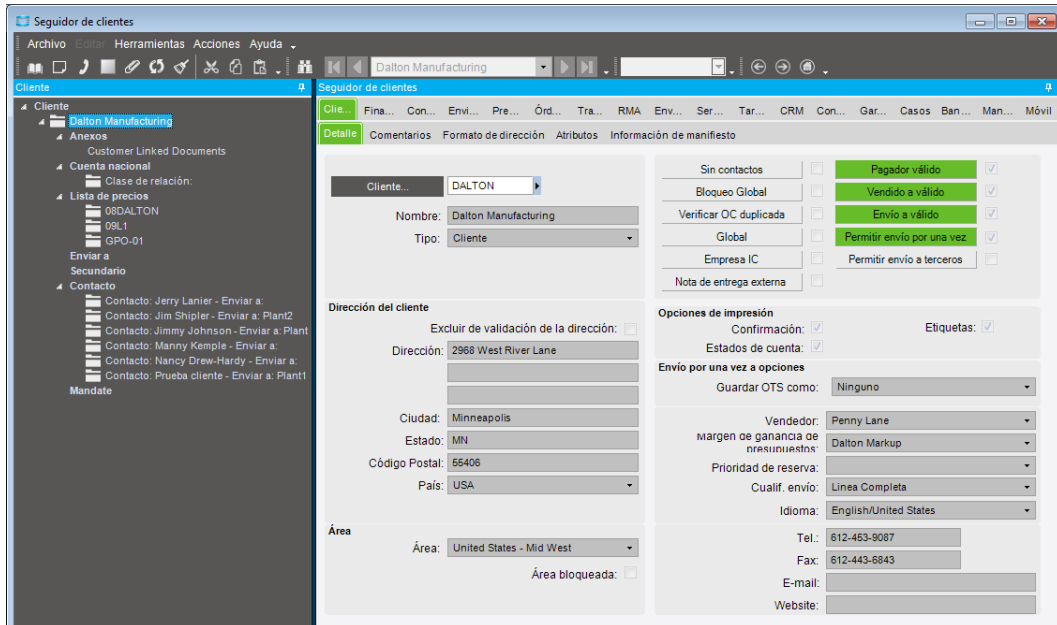

Imagen 106. Seguidor de clientes
2. A continuación se cargan todos los datos de nuestro cliente (imagen 106)
Cliente: DALTON (imagen 106).